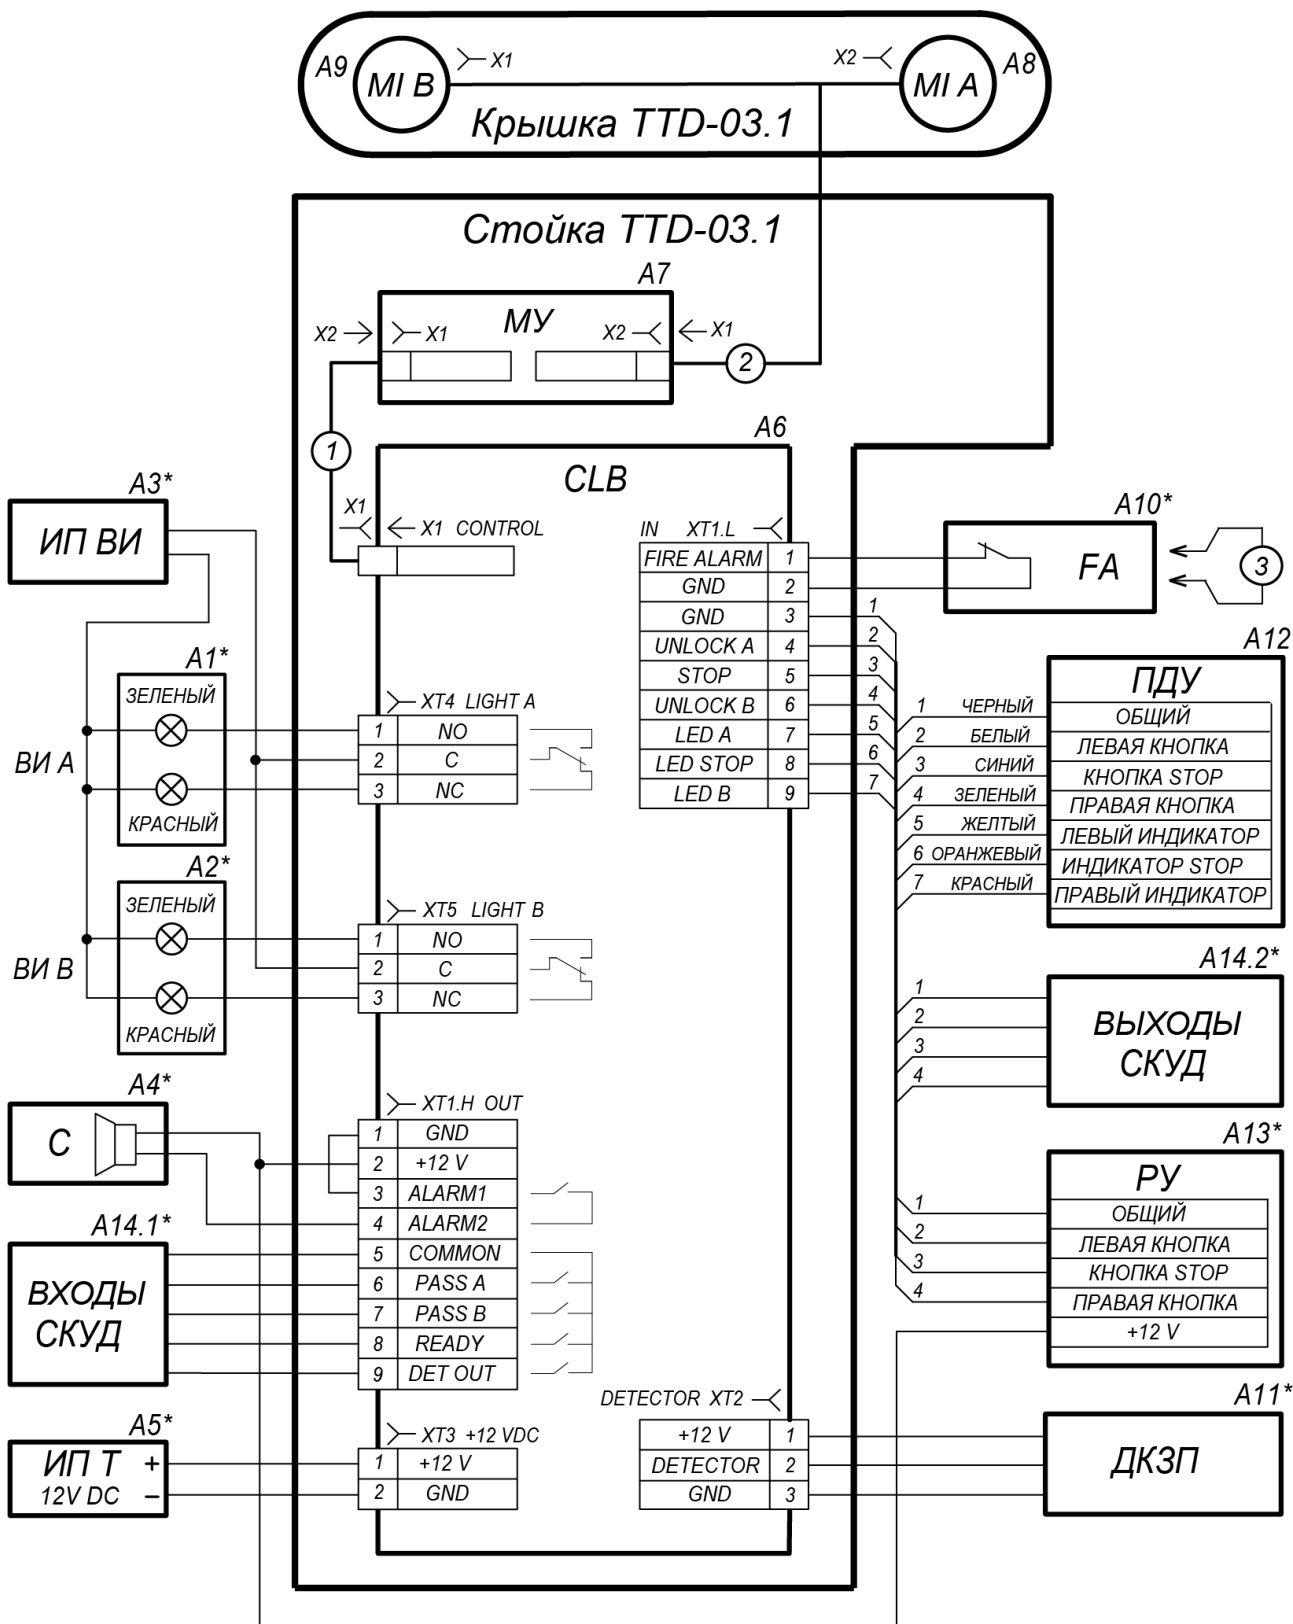

Рисунок 14. Схема электрическая соединений
Схема подключения турникета приведена на рис. 14. Расположение клеммных колодок на плате управления указано на рис. 4. Используемые при монтаже кабели указаны и их максимальная длина указаны в разд. 8.3. Рекомендации по подготовке установочной поверхности и организации зоны прохода приведены в разд. 8.1. При монтаже турникета придерживайтесь следующей последовательности действий:
5. Все подключения к плате CLB выполняйте в соответствии со схемой электрических соединений (см. рис. 14). Прокладка кабелей внутри стойки турникета показана на рис. 12.
позиции А4, А6 – А9, А11 – см. рис. 14